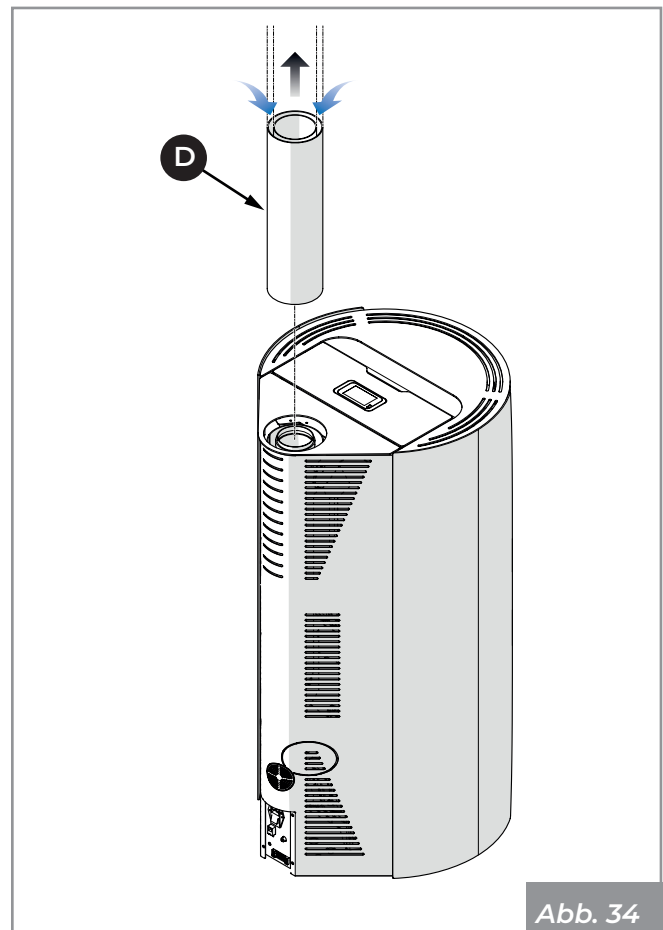

Abb. 34
- Schließen Sie den Koaxialschlauch **(D)** **(Abb. 34)** an.